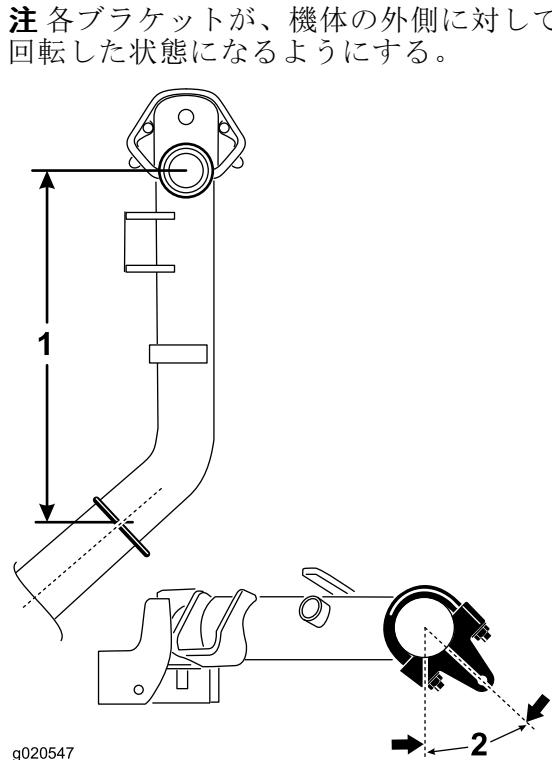

図 6
4. 昇降アーム 2 番、3 番で、プラケットと U ボルトを、ピボットナックルのセンター ラインから後ろに 38.1cm さがった位置にセットする図 6。